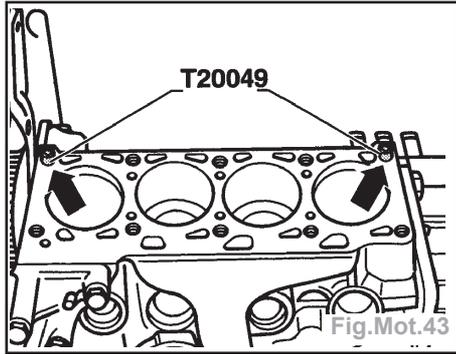

Fig.Mot.43
- Pour centrer, placer les goujons de guidage **T20049** sur les alésages arrière extérieurs, prévus pour les vis de fixation de culasse (flèches) (Fig.Mot.43).